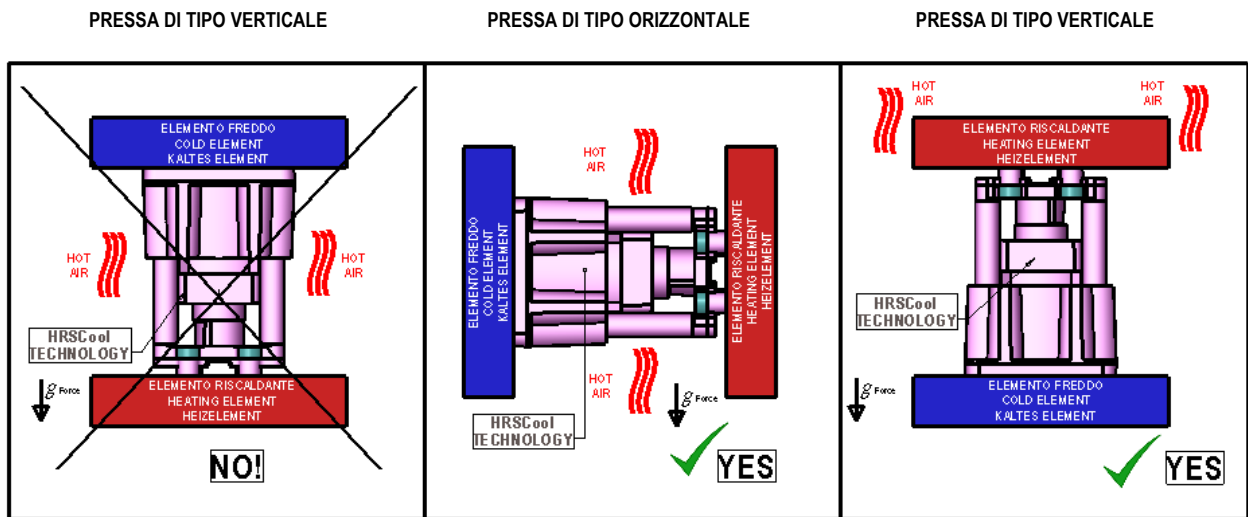

Fig.4
- 5- La tecnologia HRSCOOL è consentita nella pressa ad iniezione verticale ma solo se gli elementi riscaldanti (es. la camera calda) sono collocati in una posizione superiore rispetto ai martinetti e quindi gli elementi freddi (es. : piastra stampo). È necessario evitare che il martinetto venga riscaldato dall'aria calda proveniente da elementi caldi (Fig.4).